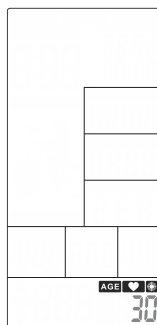

FIGURA 45
- El valor de EDAD parpadeará, presione UP o DOWN para ajustar el valor (Figura 45) y presione ENTER para confirmar, mientras tanto, el zumbador emitirá un pitido de 1s y el HEART RATE se encenderá de forma duradera.